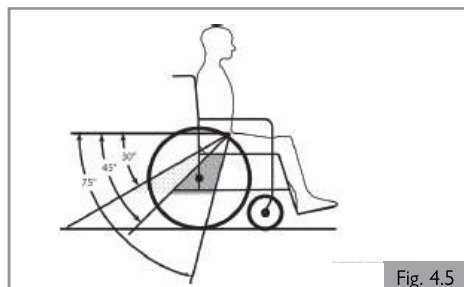

Fig. 4.5
21. Siempre es mejor un ángulo más pronunciado (o mayor) dentro de la zona de preferencia, o sea, más cercano a los 75°, pero nunca excediéndolos. (Fig. 4.5).